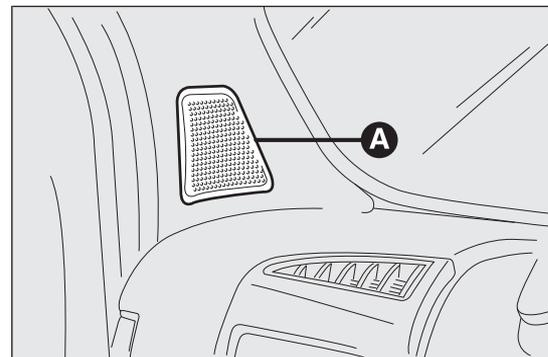

Abb. I39
- 2 Tweeter-Lautsprecher auf den A-Säulen (mit einer Höchstleistung von je 30W) Abb. I39;